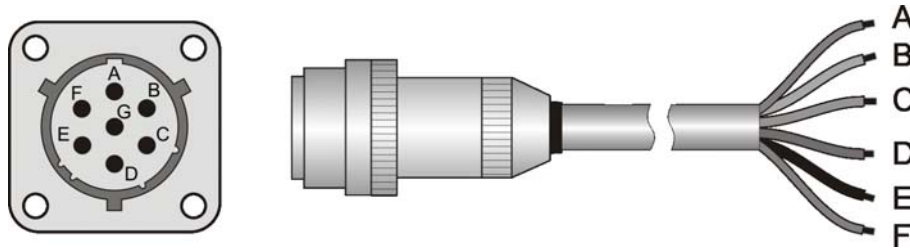

Figura 3
- Il cavo opzionale, terminato da una parte con il connettore, è in PTFE resistente agli UV, è provvisto di 5 fili più la calza (schermo), la corrispondenza tra i colori del cavo ed i poli del connettore è la seguente(figura 3):